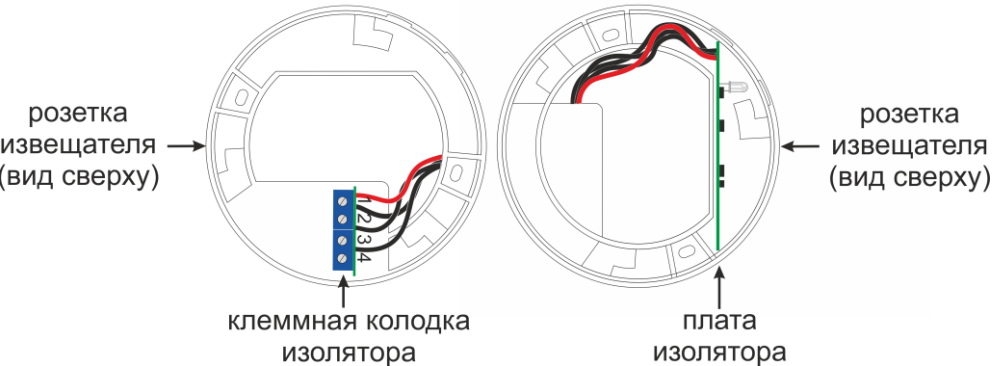

Рис.1. Внешний вид изолятора, установленного в розетку извещателя
Изолятор конструктивно состоит из платы изолятора, соединенной проводами с клеммной колодкой изолятора, которые при монтаже устанавливаются в розетку извещателя ИП 101-5-В «RF05-Т» или ИП 212-5 «RF05-ДО» (см. рис.1).
6.1 Установить изолятор и клеммную колодку в розетку извещателя (см. рисунок 1).